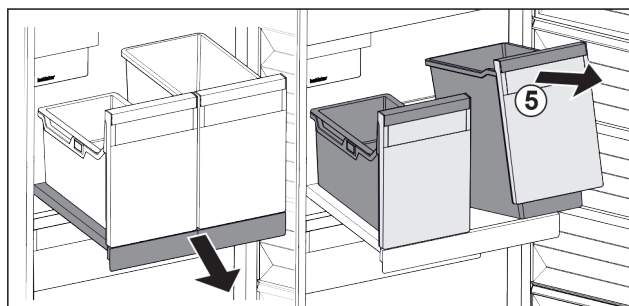

Fig. 124
- Behälter Fig. 124 (5) vorne anheben.